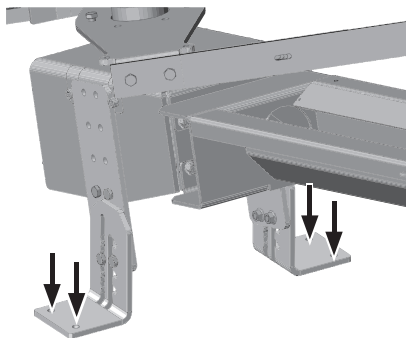

Fig. 170 Avvitare il motore saldamente al pavimento
- ▶ Avvitare l'agitatore saldamente al pavimento – Fig. 170.